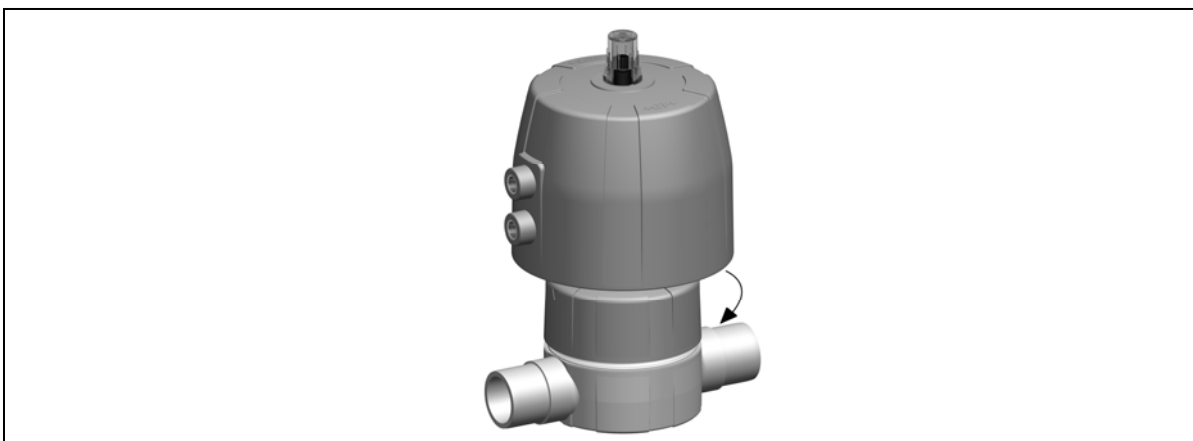

Fig. 15
- Coloque el actuador sobre el cuerpo de la válvula y apriete a mano la tuerca de la carcasa, véase Fig. 15